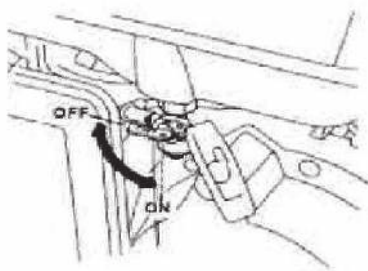

Рис. 3
1. Переведите топливный кран в положение «Открыто». (Рис. 3)